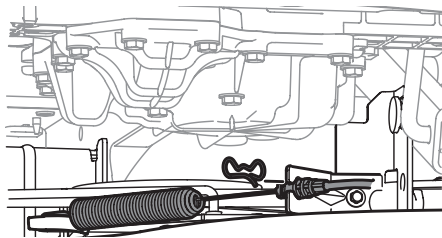

Figura 40
7. Extraiga el pasador de chaveta que sujeta el cable de la PTO al soporte de la plataforma, tire hacia atrás del cable de la PTO, luego deslícelo fuera del soporte y desenganche el resorte de la polea loca. Consulte la Figura 40.